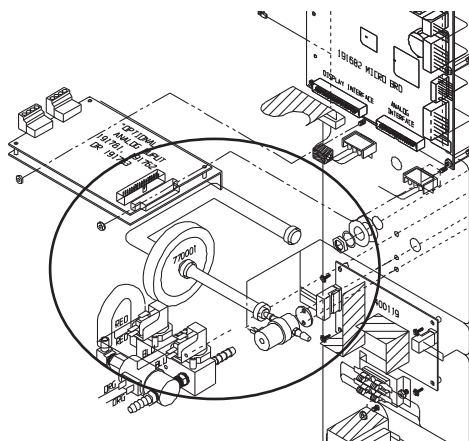

Figura 11-1. Filtro de aire de CO₂
3. A la izquierda de la apertura se encuentra el área de electrónica. Ubique el filtro de aire de HR y CO₂ (figura 11-1). Desconéctelo cuidadosamente de la tubería y sustitúyalo.